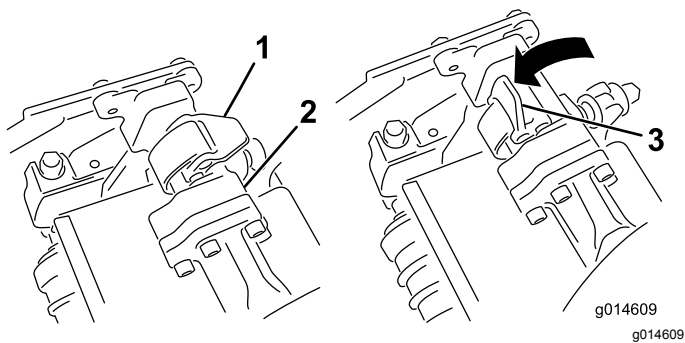
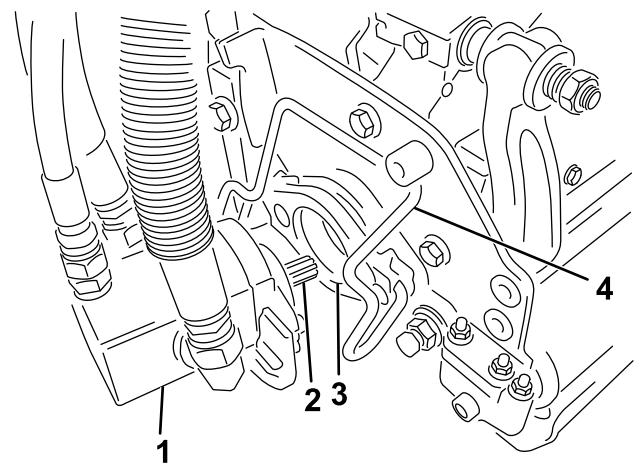

Figure 42
Figure 43
3. Les verrous de la barre de bras de suspension étant orientés en haut (c.-à-d. ouverts) (Figure 42), poussez le bras de suspension vers le bas pour que la barre s'engage sur la barre transversale en haut du plateau de coupe (Figure 43).
- 4. Fermez les verrous autour de la barre du plateau de coupe et bloquez-les en place (Figure 42).
4. Ouvrez les verrous sur la barre du bras de suspension appartenant au plateau de coupe que vous voulez déposer (Figure 42).